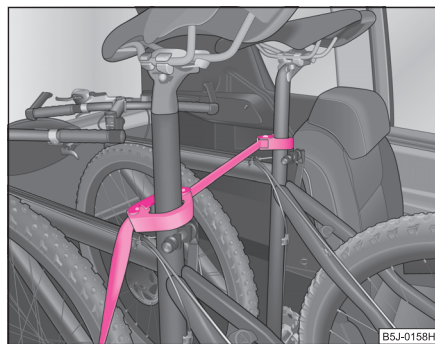

Fig. 70 Fijación de la bicicleta mediante abrazaderas
- Colocar la abrazadera con la pieza de goma delante (en sentido de marcha), lo más abajo posible, en el tubo de sillín y cerrar la abrazadera ⇒ **fig. 70**.
- Para transportar dos bicicletas ha de tensarse la cuerda ⇒ **fig. 70** entre los tubos de sillín.